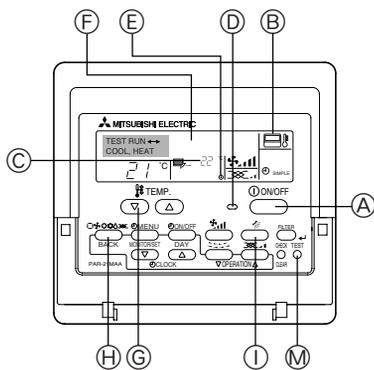

Fig. 7-1
7.2.1. Με ενσύρματο τηλεχειριστήριο (Fig. 7-1)
- ① Τροφοδοτήστε με ρεύμα τη μονάδα τουλάχιστον 12 ώρες πριν τη δοκιμαστική λειτουργία.
- ② Πατήστε δύο φορές το κουμπι [TEST] (ΔΟΚΙΜΗ). ➔ "TEST RUN" (ΔΟΚΙΜΗ) οθόνη υγρών κρυστάλλων
- ③ Πατήστε το κουμπι επιλογής τρόπου λειτουργίας [Mode selection] (Επιλογή τρόπου λειτουργίας). ➔ Βεβαιωθείτε ότι ο αέρας φυσά προς τα έξω.
- ④ Πατήστε το κουμπι επιλογής τρόπου λειτουργίας [Mode selection] (Επιλογή τρόπου λειτουργίας) και επιλέξτε τη λειτουργία ψύξης (ή θέρμανσης). ➔ Βεβαιωθείτε ότι ψυχρός (ή θερμός) αέρας φυσά προς τα έξω.
- ⑤ Πατήστε το κουμπι ταχύτητας αέρα [Fan speed] (Ταχύτητα αέρα). ➔ Βεβαιωθείτε ότι η ταχύτητα του αέρα είναι ενεργοποιημένη.
- ⑥ Ελέγξτε τη λειτουργία του ανεμιστήρα της εσωτερικής μονάδας.
- ⑦ Σταματήστε τη δοκιμαστική λειτουργία πατώντας το κουμπι λειτουργίας [ON/OFF] (ΛΕΙΤΟΥΡΓΙΑ/ΣΤΟΠ) button. ➔ Διακοπή
- ⑧ Καταχώρηση αριθμού τηλεφώνου.